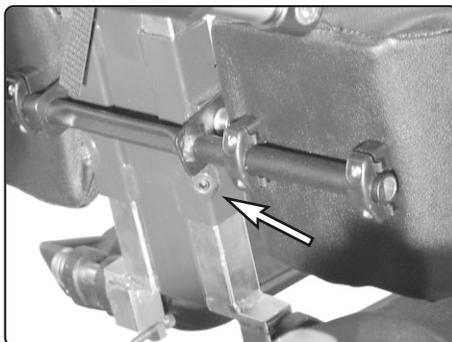

Abb. 31: Einstellung der Beinstützenlänge
1. Lösen Sie die Schraube (Abb. 31).